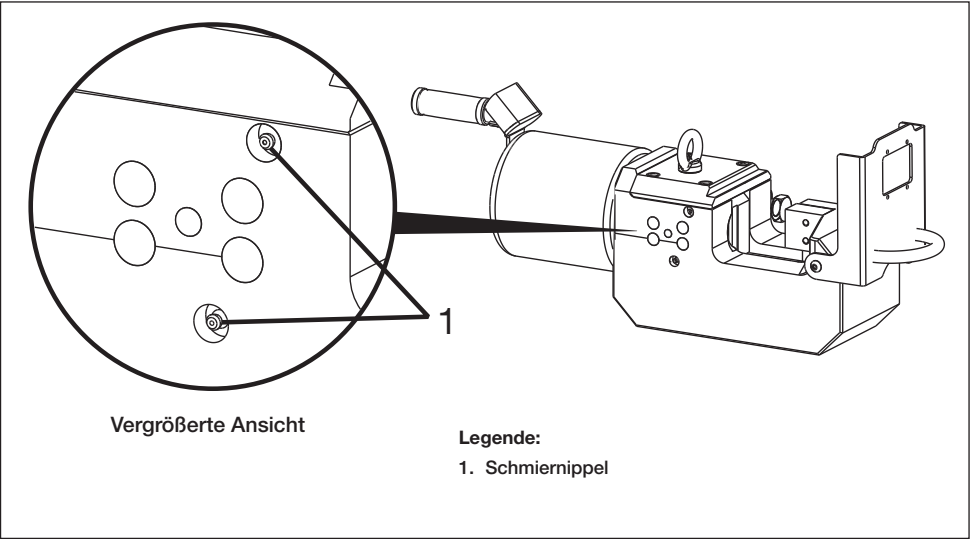

Abbildung 14, Schmierung
- 4. Drücken Sie das Fett mit einer Fettpresse in die Schmiernippel, die sich in den Zugangslöchern an der Seite des Schneidegeräts befinden (Abb. 14, Element 1). Dadurch werden die oberen und unteren Gleitführungen des Schneidegeräts geschmiert.